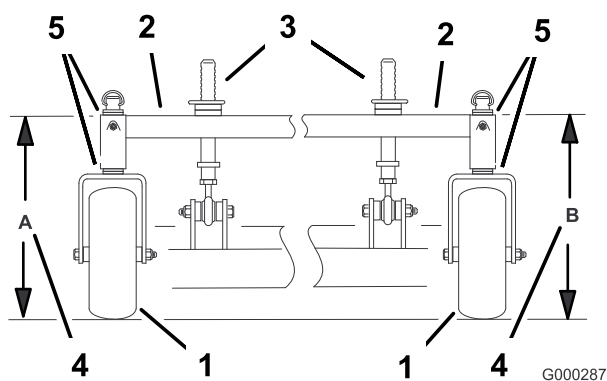

Figure 64
4. Mesurez la hauteur du bâti porteur au point **A** (Figure 64).
5. Mesurez la hauteur du bâti porteur au point **B** (Figure 64).